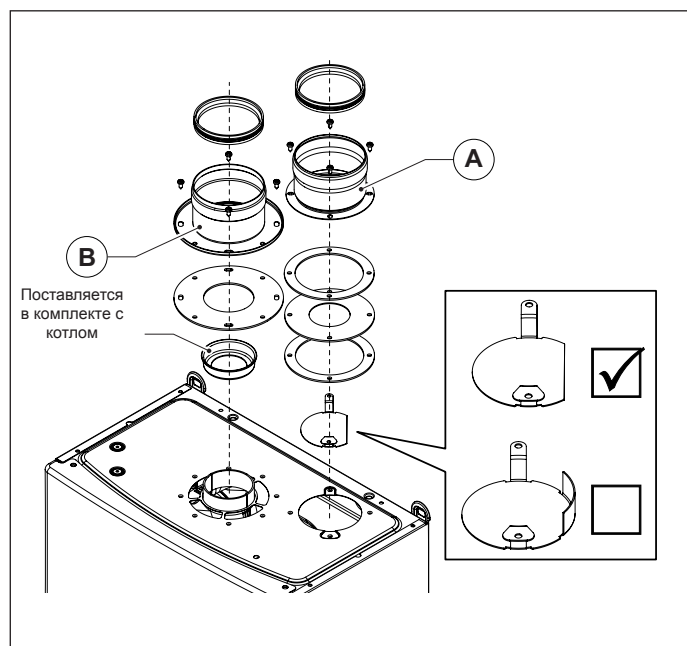

Рис. 8 OSDOPPIA13
- Смонтируйте соответствующий дефлектор воздуха (смотрите Рис. 8 OSDOPPIA11).